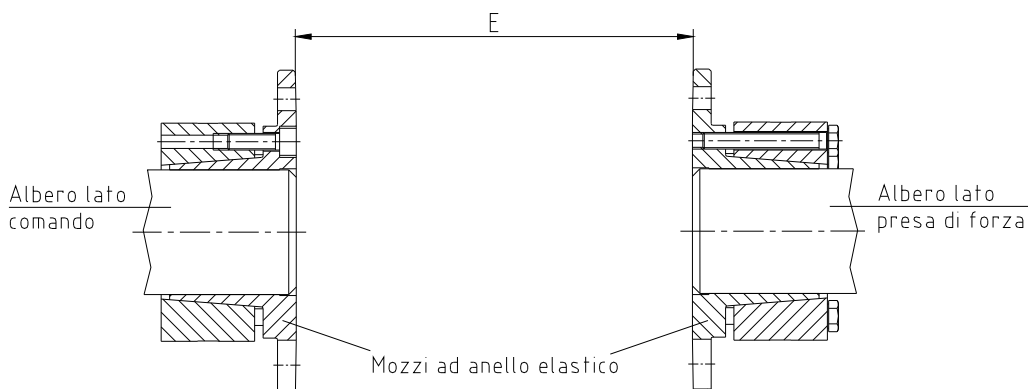

Figura 18: Montaggio dei mozzi ad anello elastico
- I lati interni dei mozzi ad anello elastico devono essere allineati con i lati frontali degli alberi (vedi figura 18).